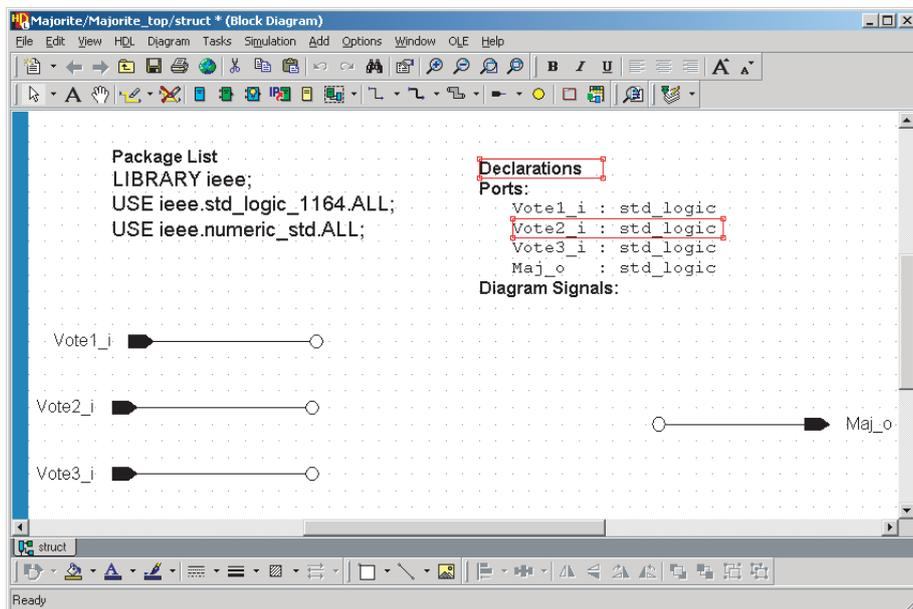

FIGURE 2.10 – Situation suite à la création d'un schéma
- Vous vous retrouvez dans la même situation que montrée à la figure 2.10. On retrouve les signaux créés au point précédent